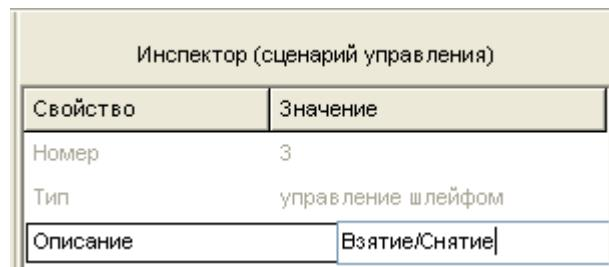

Рисунок 54
- Задать (опционально) текстовое описание для создаваемого сценария в окне «Инспектор» (см. Рисунок 54). Название сценария может состоять не более чем из 255 символов и сохраняется в памяти сценариев управления.